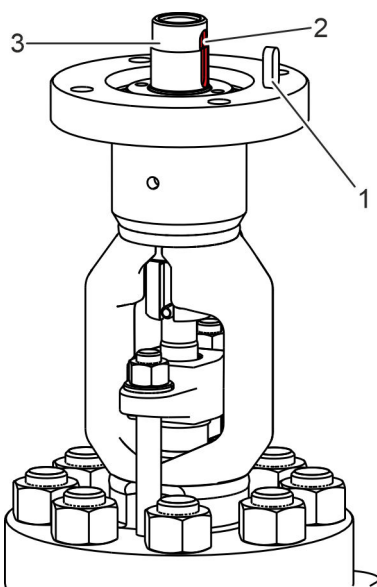

Abb. 38: Passfeder entfernen
4. ➔ Passfeder (Abb. 38/1) aus der Passfedernut (Abb. 38/2) der Nabe (Abb. 38/3) der Gewindebuchse entfernen.